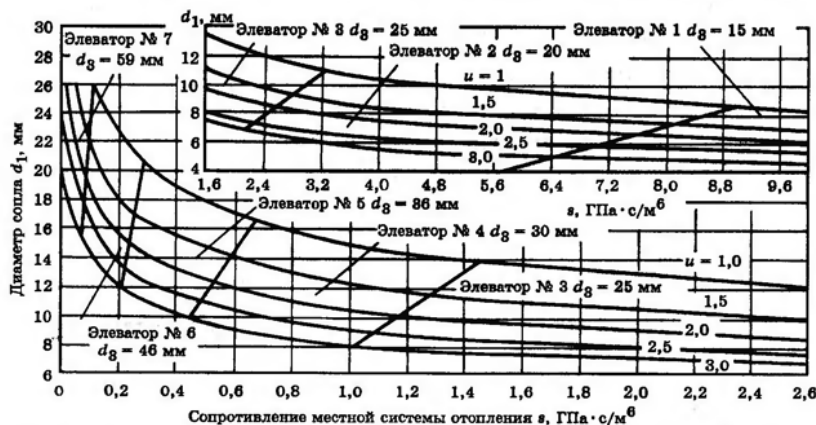

Рисунок 9.5. Номограмма для выбора элеватора
- При установленном флажке Корректировать номер элеватора, оптимальный номер элеватора подбирается по следующей номограмме. (Рисунок 9.5, «Номограмма для выбора элеватора»). Подробнее смотрите раздел Раздел 24.4, «Расчёт элеваторного узла и дросселирующих устройств».